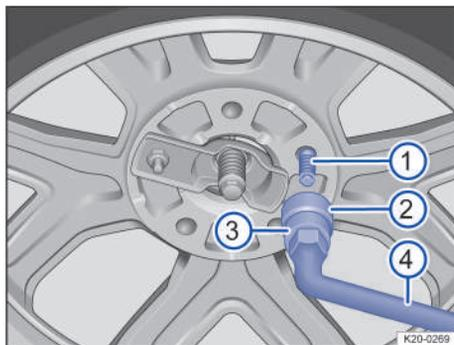

Fig. 203 Colocar la protección antirrobo.
6. Asegúrese de que el perno → fig. 203 ① se introduzca a través de uno de los orificios para los tornillos de rueda.
1. Enrosque la tuerca de seguridad → fig. 203 ② en el perno roscado → fig. 203 ① con la mano en el sentido de las agujas del reloj con ayuda del adaptador para la protección antirrobo → fig. 203 ③ de las herramientas de a bordo.
2. Encaje el adaptador para la protección antirrobo ③ y la llave de rueda ④ en la tuerca de seguridad.
3. Apriete la tuerca con la llave de rueda ④.